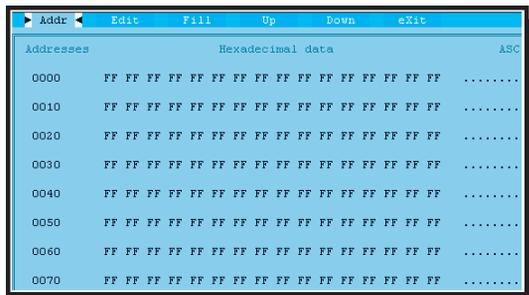

Fig.17 Se nella EEPROM non è memorizzato nessun dato, vedrete tutti 00 oppure tutti FF. Normalmente FF è presente nei soli micro OTP non cancellabili.
– Se la **EEPROM** non è programmata vedrete tutte le celle su **FF** (vedi fig.17).